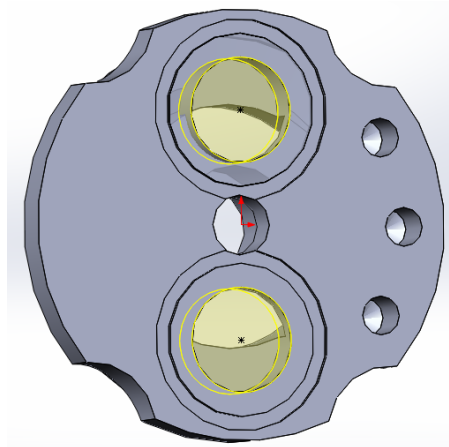

Рис.27. Вибір центрів нових вирізів
22. Переходимо у даному діалоговому вікні на вкладку “ПОЗИЦИЯ “ і перед нами появляється ескізне середовище, в якому необхідно відмітити точки на основі яких будуть будуватися отвори (Рис. 27).